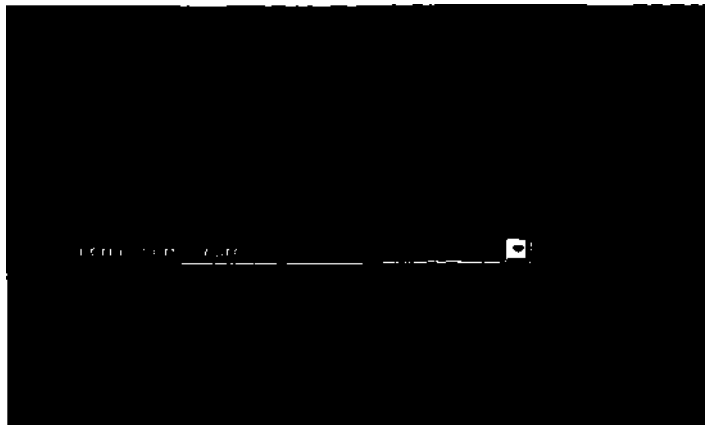

Рисунок 18. Диалоговое окно для изменения результатов тест-полосок
1. В полученном отчете с анализатора мочи на тест-полосках, дважды кликните по ряду результата анализа, который Вы хотите изменить, чтобы появилось диалоговое окно изменения (см. рисунок 18).